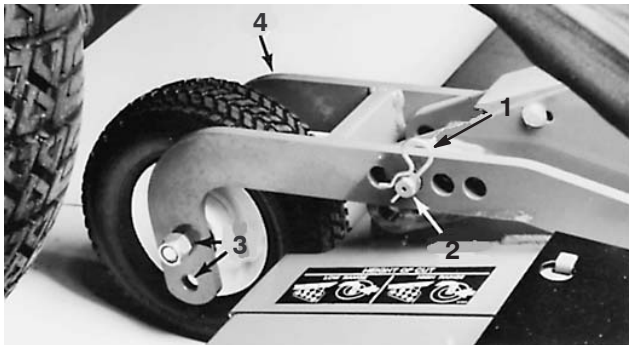

Bild 13
3. Entfernen Sie am vorderen Mähwerk den Splint und den Lastösenbolzen von den hinteren Laufradgelenkarmen (Bild 13). Fluchten Sie die Gelenkarmlöcher mit den ausgewählten Löchern in der Schnitthöhenhalterung in den Mähwerkrahmen aus, setzen Sie die Lastösenbolzen und die Splints ein (Bild 13).